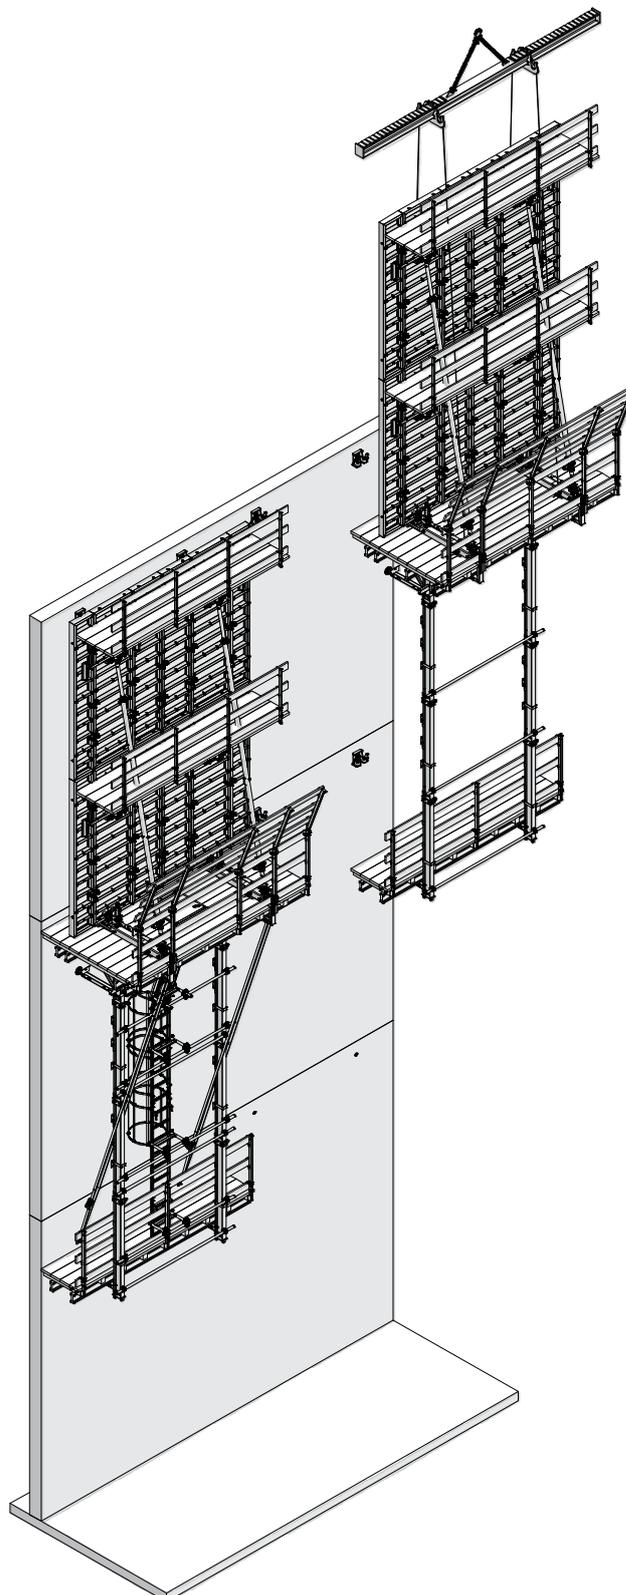

Abb. 37.1
1. 4-Strang-Krangehänge an den Kranösen der Kletterkonsolen KLK 230 anschlagen (Abb. 37.1). Empfehlenswert ist der Einsatz der Vernetztraverse KLK mit 4-Strang-Krangehänge (siehe Seite KLK-33). Das 4-Strang-Krangehänge muss so lang sein, dass der Haken des Krans über dem Schwerpunkt der Kletterbühne ist und dass sich 2 Stränge vor der Schalung und 2 Stränge hinter der Schalung befinden.